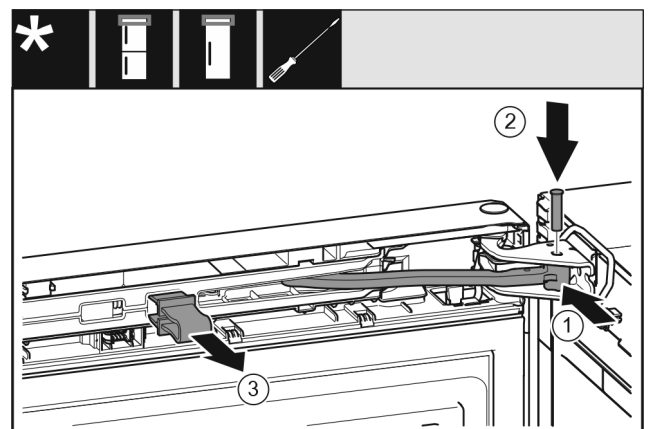

Fig. 34
- ▶ Gelenk Fig. 34 (1) in Lagerbock drehen.
- ▶ Bolzen Fig. 34 (2) in Lagerbock und Gelenk einsetzen. Dabei darauf achten, dass der Rastnocken korrekt in der Nut sitzt.
- ▶ Sicherung Fig. 34 (3) abnehmen.